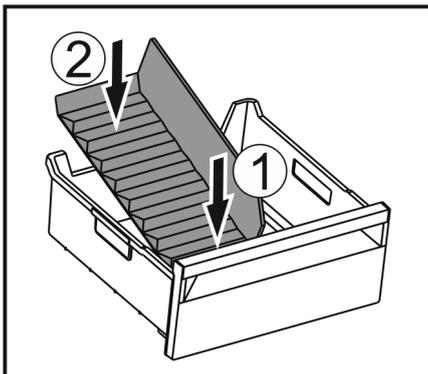

Fig. 170
- ▶ Vorderen Teil des Eisfach-Trenners einsetzen. Fig. 170 (1)
- ▶ Hinteren Teil des Eisfach-Trenners bis zum Schubfachboden absenken. Fig. 170 (2)